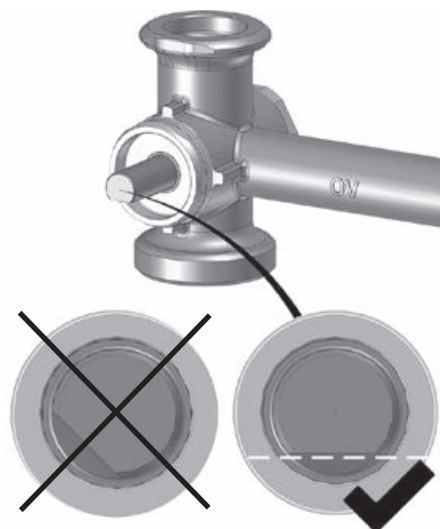

Abb. 22
5. Ausrichtung des Mischerkübens kontrollieren. Dessen abgeflachte Seite muss **nach unten zeigen und waagrecht ausgerichtet** sein (Abb. 22). Das Küben versperrt in dieser Position den Vorlaufstrang.